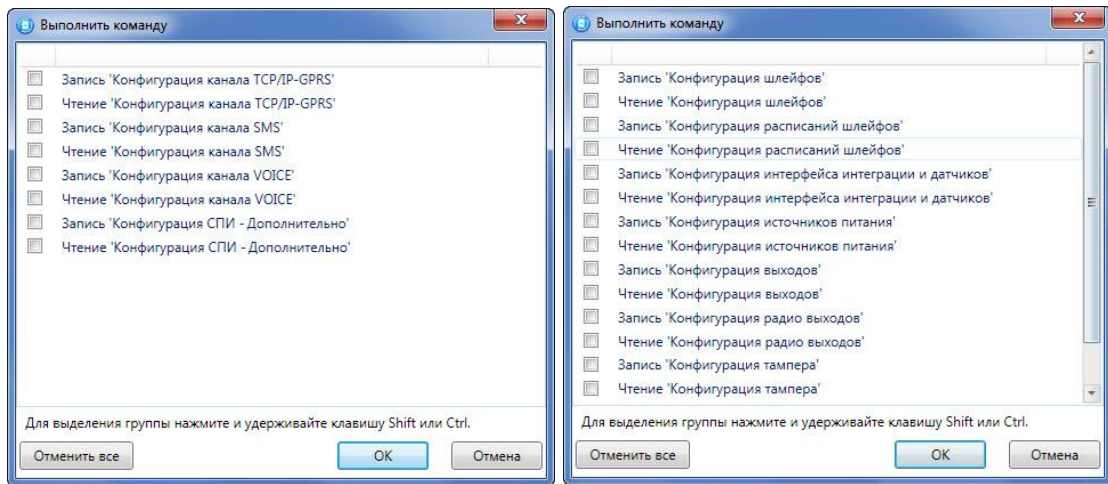

Рисунок 13.2 — Окно *Выполнить команду* (а — конфигурация СПИ, б — конфигурация ППК)
- *Выполнить команду:* открытие окна *Выполнить команду* (см. рисунок 13.2), с помощью которого могут быть записаны или считаны отдельные группы параметров (актуально при медленной скорости передачи данных или тарификации по объему передачи данных).